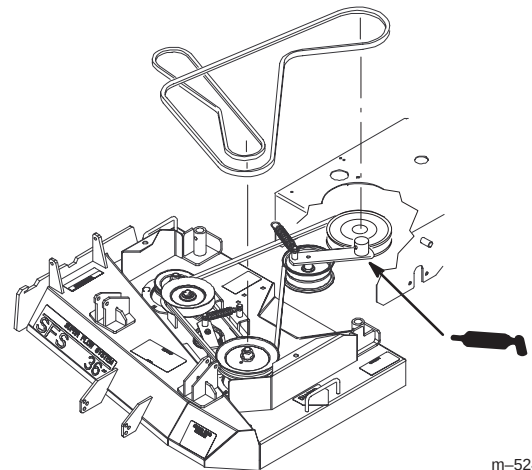

Bild 32
1. Fetten Sie den Nippel am ZWA-Treibriemen-Spannscheibenarm ein (Bild 32).